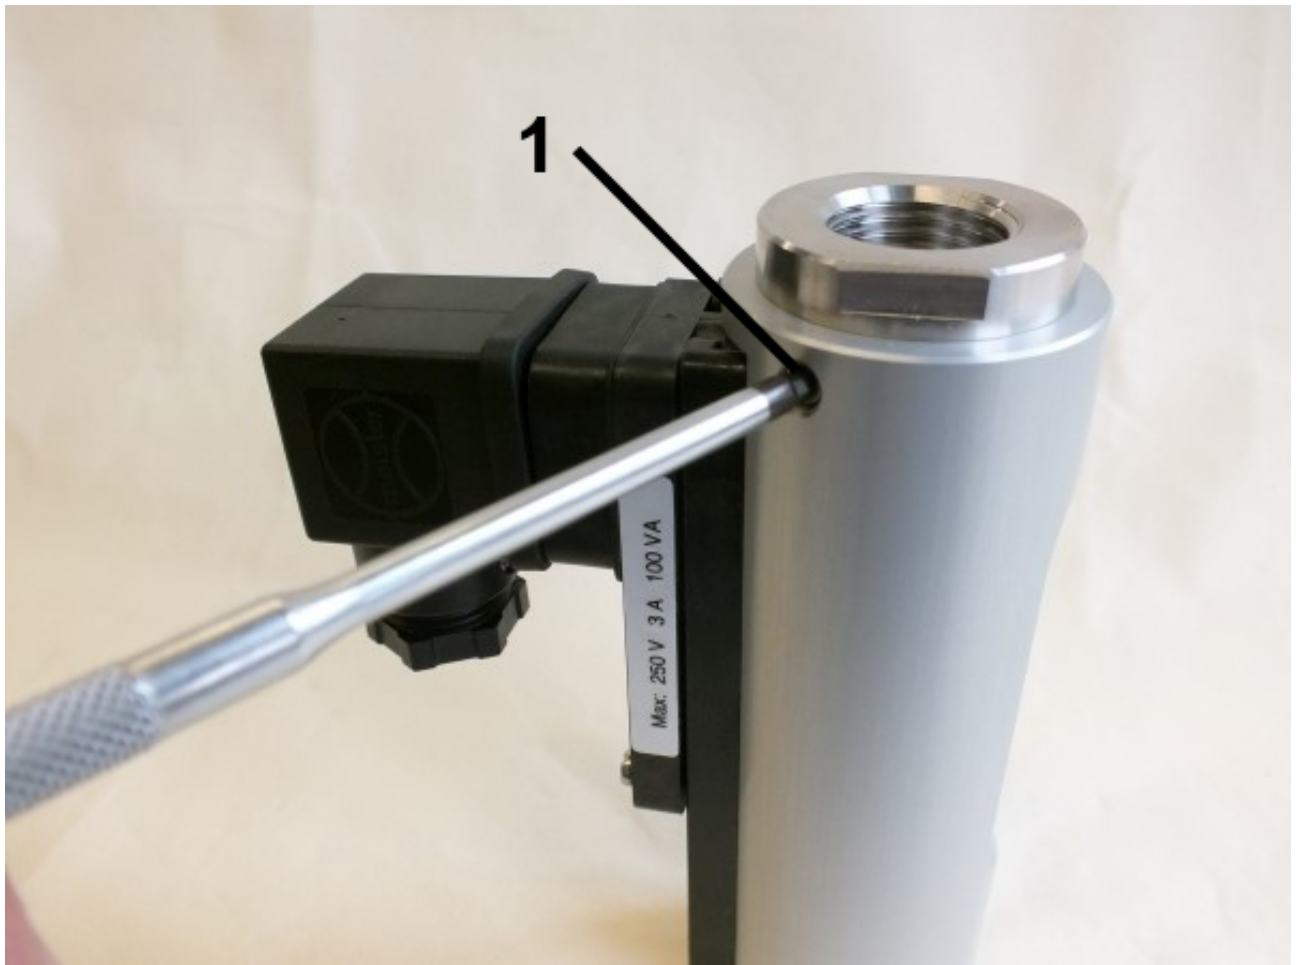

Abb. 41: Schrauben lösen
1. ➤ Obere 3 Innensechskantschrauben (Abb. 41/1) mit einem Sechskant-Schraubendreher lösen